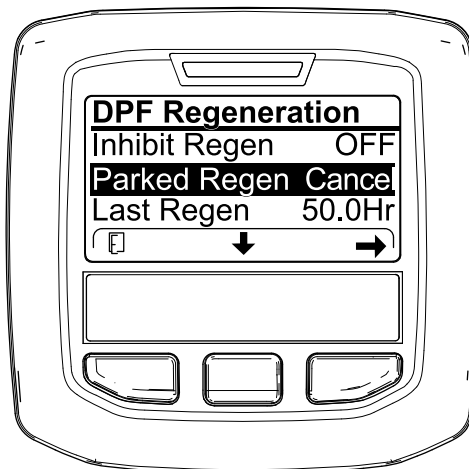
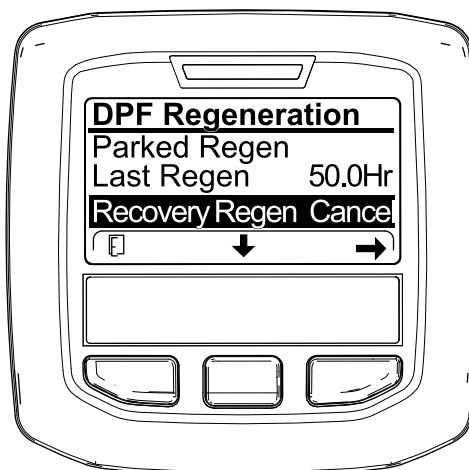

Рисунок 35
Рисунок 36
1. Перейдите к меню регенерации DPF (Рисунок 35).
2. Нажмите среднюю кнопку, чтобы перейти вниз к опции PARKED REGEN CANCEL (ОТМЕНА СТАЦИОНАРНОЙ РЕГЕНЕРАЦИИ) (Рисунок 35) или к опции RECOVERY REGEN CANCEL (ОТМЕНА ВОССТАНОВИТЕЛЬНОЙ РЕГЕНЕРАЦИИ) (Рисунок 36).
3. Нажмите правую кнопку для выбора опции Regen Cancel (Отмена регенерации) (Рисунок 35 или Рисунок 36).